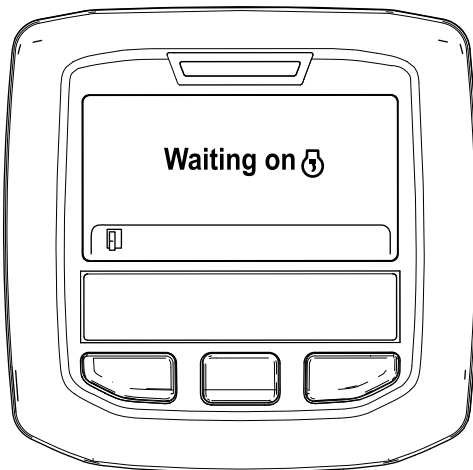

Figure 44
- B. Le message "Waiting on  " (En attente de ...) s'affiche (Figure 44).